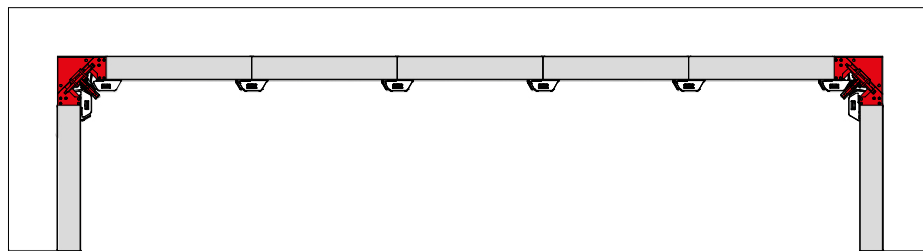

Fig. 51.1
1. Après le bétonnage, déposer les serrures de coffrage AS de l'angle intérieur décoffrant (Fig. 51.1).